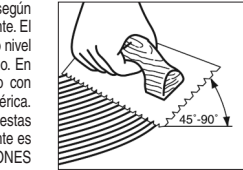

Figura 9
- Sostenga la llana a un ángulo mínimo de 45° (Figura 9) firmemente contra la base para obtener un índice de distribución de 40-60 pies cuadrados (4-5.5 metros cuadrados) por galón. La llana deja resaltes de adhesivo y muy poco adhesivo entre los resaltes. Esto aún le permitirá ver los cordales entizados entre los resaltes y obtener el índice de distribución recomendado.